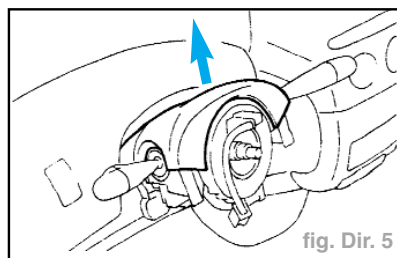

fig. Dir. 5
- Relever la demi-coquille supérieure de colonne et déposer le câble spiralé (fig. Dir. 5).